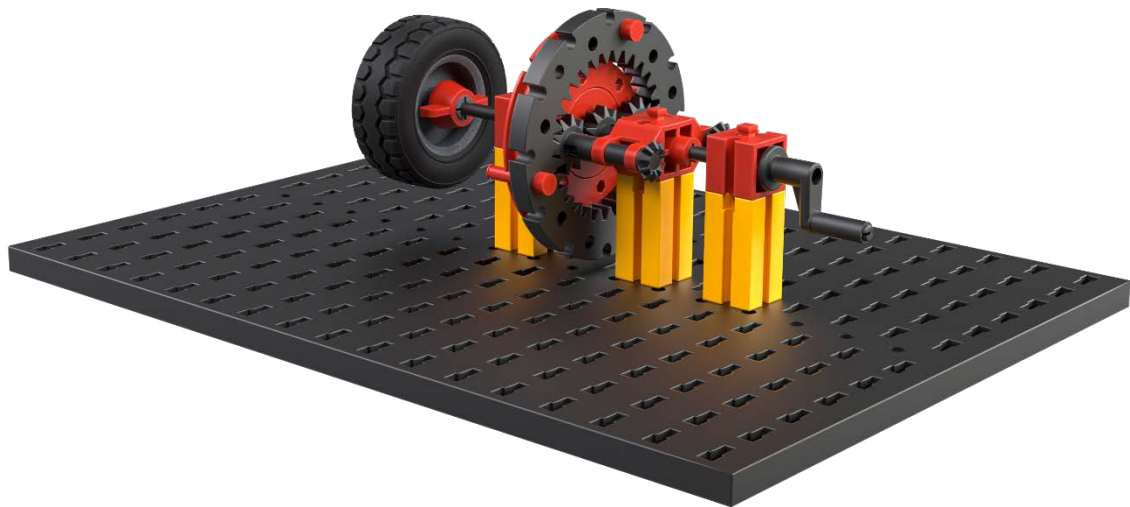

Abb. 3: Planetengetriebe mit festem Planetenradträger (Steg) und Sonnenradantrieb
Betrachte und konstruiere zunächst das folgende Planetengetriebe mit festem Steg und dem Sonnenrad auf der Antriebswelle (Abb. 3):
1. In dem Planetengetriebe in Abb. 3 ist der Steg fest. Konstruiere ein weiteres Planetengetriebe, in dem entweder das Sonnenrad oder das Hohlrاد fest montiert ist.